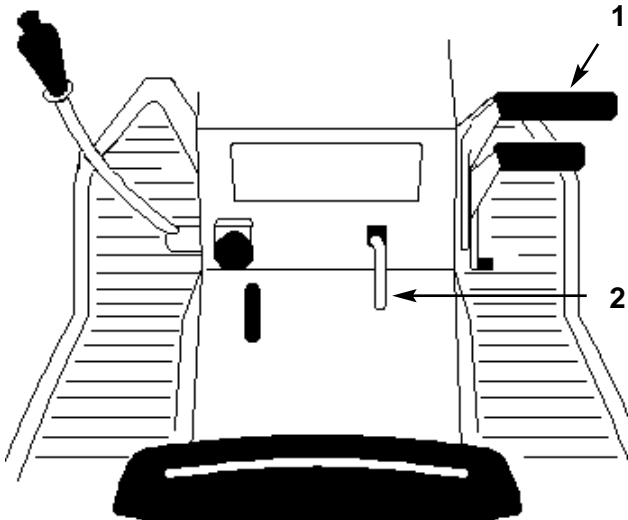

Bild 3
1. Das Kupplungs-/Bremspedal (Bild 3) durchdrücken und nach unten halten.
2. Den Feststellbremshebel anheben (Bild 3) und den Fuß langsam vom Kupplungs-/Bremspedal nehmen. Das Kupplungs-/Bremspedal sollte in der durchgedrückten Position (gesperrt) bleiben.
1. Das Kupplungs-/Bremspedal durchdrücken (Bild 3). Der Feststellbremshebel sollte sich jetzt lösen.
3. Den ZWA (Zapfwellenantrieb) auf "OFF" [AUS] drücken (Bild 3).